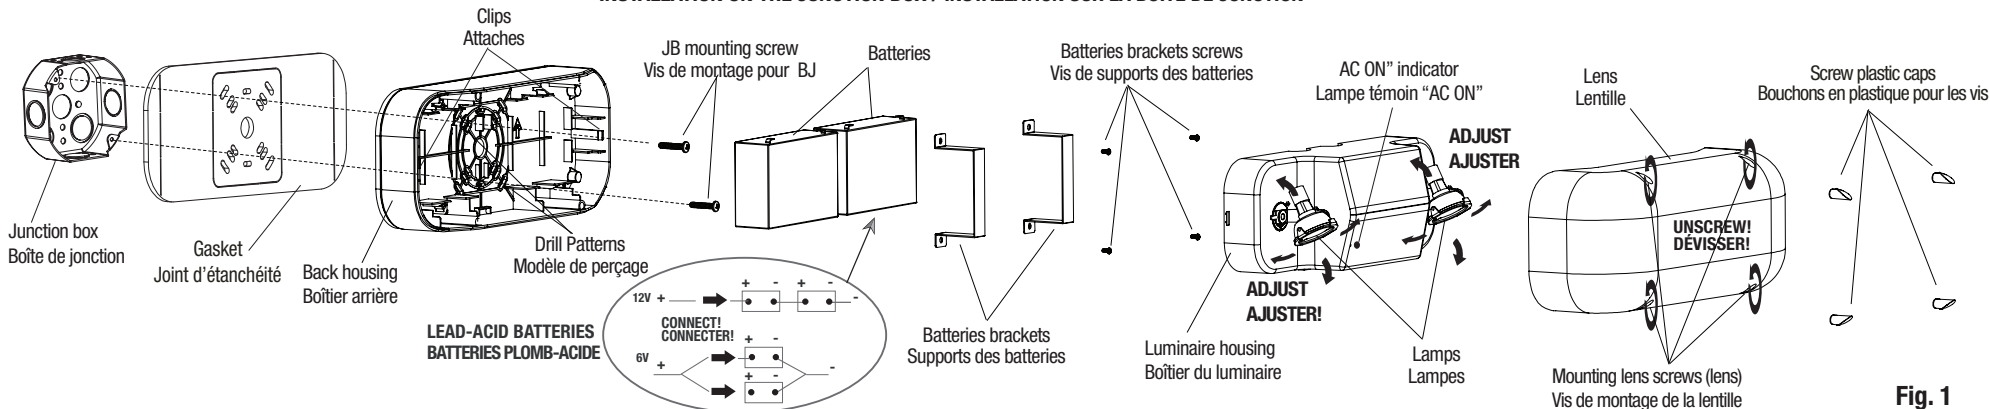

Fig. 1
3. Remove the lens, the luminaire housing and the batteries (detach the two brackets by unscrewing the four screws (use screwdriver PH2X))(see Fig. 1).
- 4.a For installation on the junction box only (Fig.1), drill the appropriate holes following the designated drill pattern in the back housing. Paste properly the gasket on the back of the unit and route wires through the central hole.
- 6.a For installation on the junction box only (Fig.1), use the two screws to mount the back housing to the surface over the recessed junction box. Tighten the screws enough to compress the gasket to ensure a good sealed joint. (use screwdriver PH2X).
3. Enlever la lentille, le boîtier du luminaire et les batteries (détacher les supports de fixation en dévissant les 4 vis (utiliser le tournevis PHx2) (voir la Fig. 1)).
- 4.a. Pour l'installation sur une boîte de jonction seulement (Fig. 1), percer les trous appropriés en suivant le modèle de perçage désigné dans le boîtier arrière. Coller correctement le joint d'étanchéité à l'arrière de l'unité et passer les fils électriques par l'orifice central.
- color) of the battery (see Fig. 1 detail).